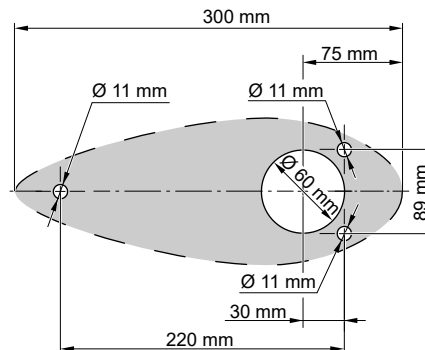

Fig. 9: Mått
1. Borra fyra hål för att montera poden i skrovet. **Se "Fig. 9: Mått"**. Använd om nödvändigt det anpassade utjämningsblocket som bormall.
2. Sätt utjämningsblocket (4) på monteringsflänsen (5).